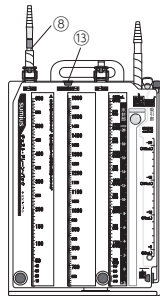

図 6
- b. 胸腔ドレーン接続チューブ⑧をクランプして次の確認を行う。
- ・連続気泡がない時→胸腔ドレーン接続チューブ⑧とドレーンチューブの接続不良の可能性があるので確認する。
13. 吸引中に検体採取ポート⑩もしくは検体採取部⑨から排液をサンプリングするときはゆっくりと少量ずつ行うこと。
胸腔ドレーン接続チューブ⑧をクランプしたのち、水位を見ながら過陰圧解除ポート⑬(図6)より滅菌蒸留水または生理食塩水または除菌フィルターを介した無菌空気を注入する。なお、滅菌蒸留水または生理食塩水では注入量を差し引いて排液量管理する。